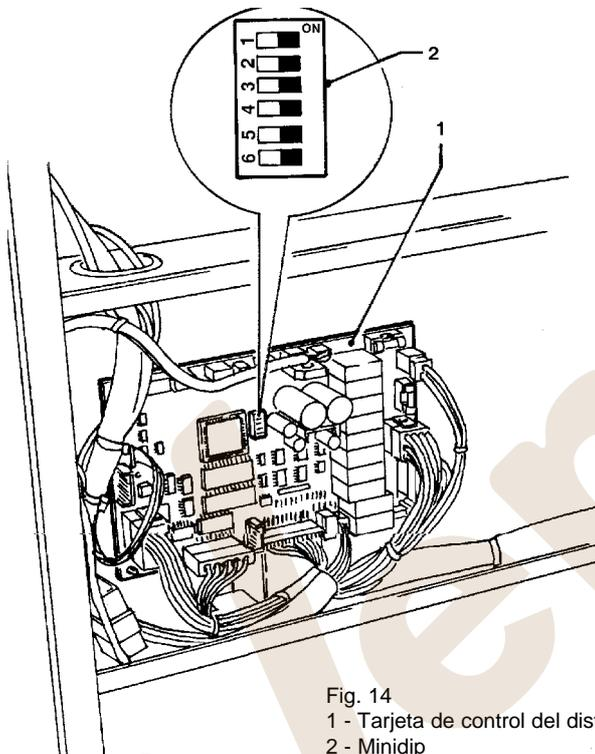

Fig. 14
- poner el minidip 6 de la tarjeta de controle en ON (ver la fig. 14).